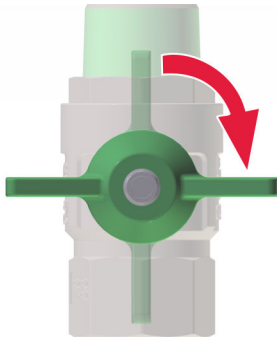

Abb. 31: Hauptabsperrventil geschlossen
- Hauptabsperrventil (Abb. 31) der Zuleitung zur Pumpe schließen, so dass kein Wasser mehr durch die Pumpe fließt.